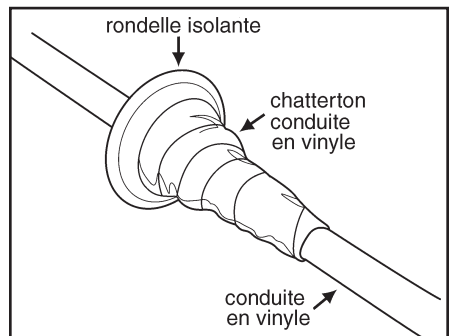

fig. 2
- Fixer la rondelle à la conduite à l'aide de chatterton (voir fig.2).